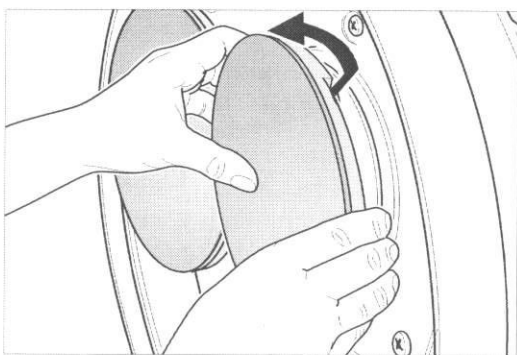

Fig. 35 Saisissez le disque en passant le bout des doigts derrière lui et tirez-le vers l'avant.
- 5 Enlevez les disques de ponçage ou les brosses. A cet effet, saisissez le disque en passant les bouts des doigts derrière lui et enlevez-le ainsi des supports en caoutchouc (fig. 35).